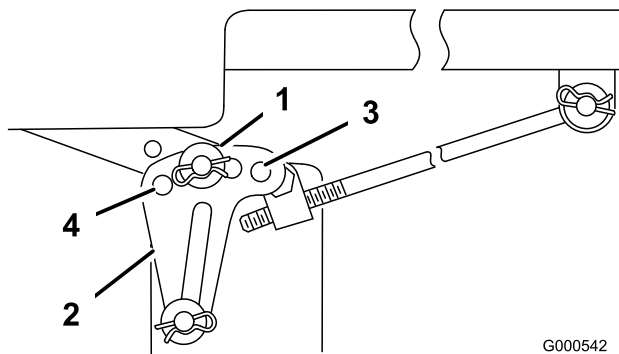
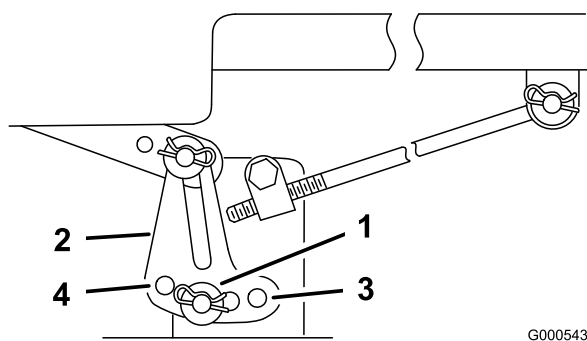

Bild 43
Bild 44
6. Entfernen Sie den Splint und die Scheibe von der Nivellierhalterung (Bild 43).
7. Bringen Sie zum Nivellieren der(s) Schnittmesser(s) die Nivellierhalterung(en) in einem anderen Loch an und setzen Sie die Scheibe und den Splint wieder ein. (Bild 43 und Bild 44). Durch ein vorderes Loch wird die Schnittmesserhöhe gesenkt und durch ein hinteres Loch angehoben. Stellen Sie beide Seiten bei Bedarf ein.